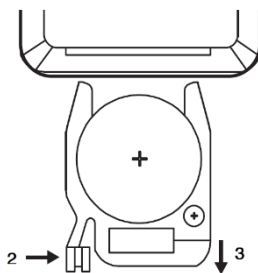

Figure 2
2. Si la pile de la télécommande doit être remplacée (voir figure 2), il faut d'abord pousser le verrou dans le sens de la flèche 2, puis tirer le couvercle dans le sens de la flèche 3. Remplacez la pile, puis poussez le couvercle dans la télécommande dans le sens inverse de la flèche 3, jusqu'à ce qu'il soit verrouillé.